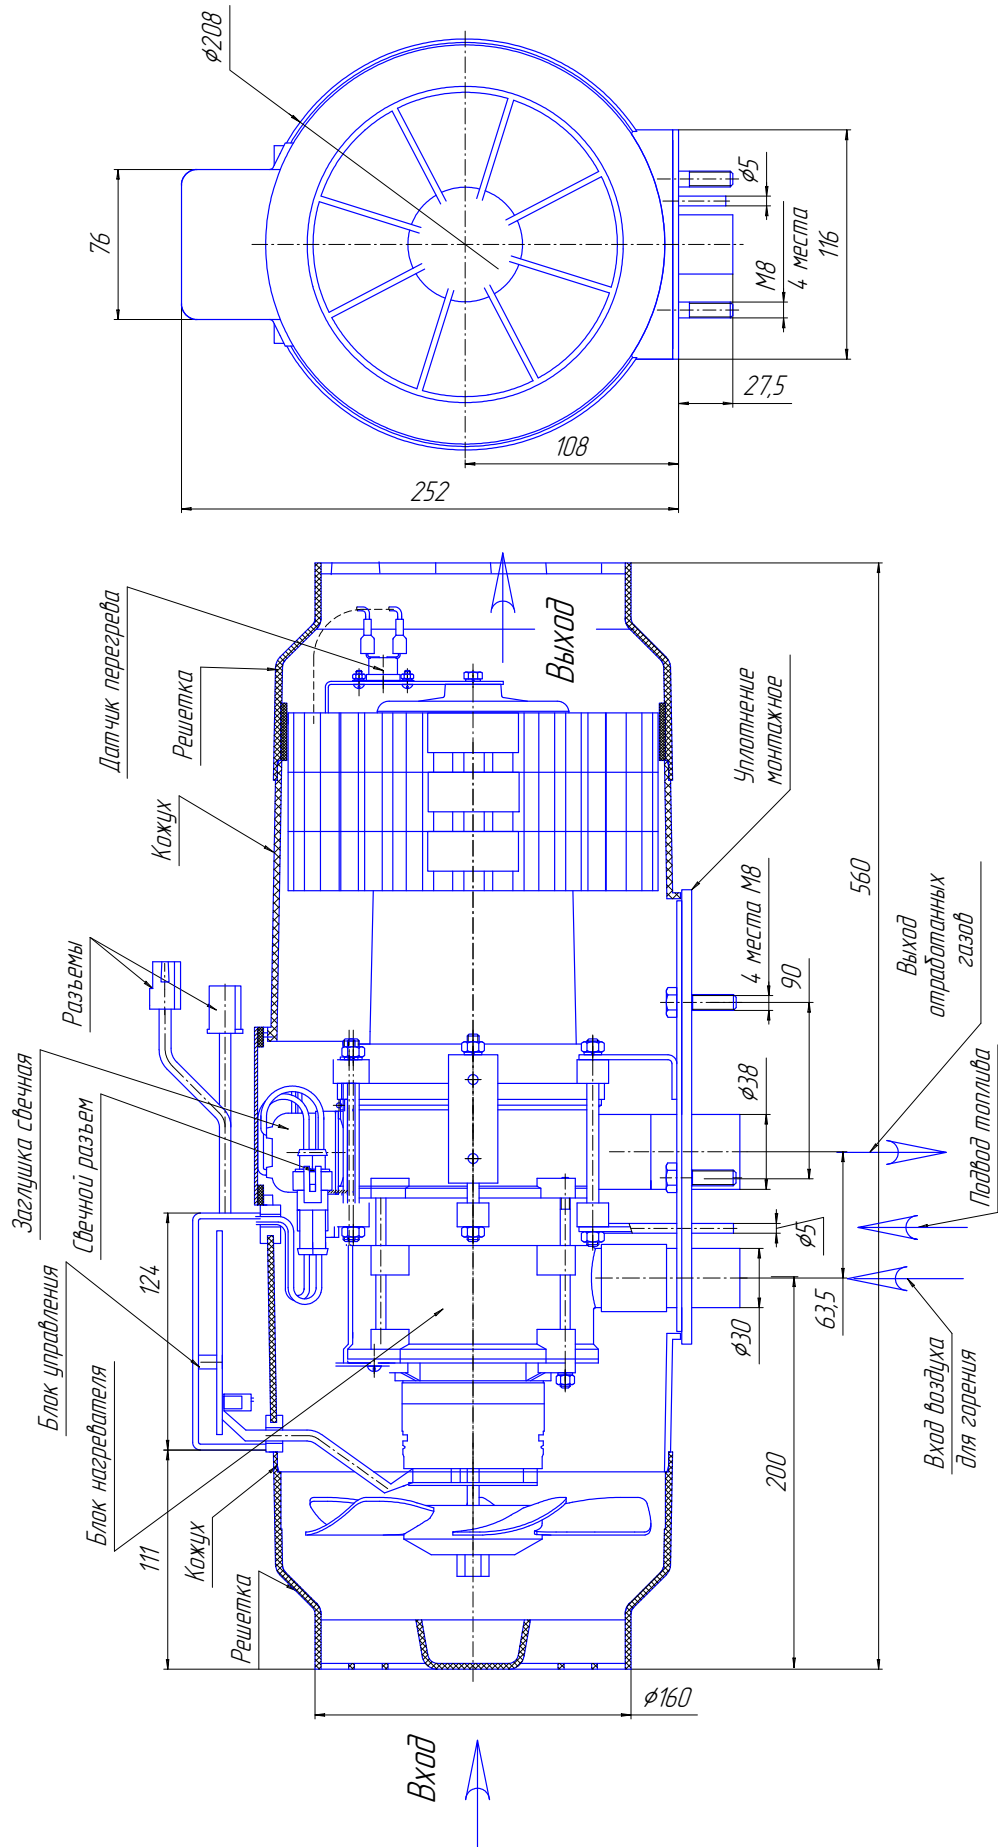

Рисунок 3 – Основные узлы нагревателя
- нагреватель (основные узлы нагревателя показаны на рис. 3);